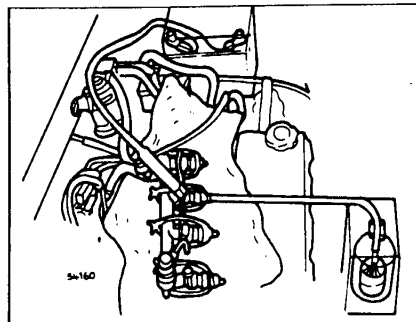

Рис. 19 Проверка форсунок
- Подайте на одну из форсунок напряжение в 12 вольт, рис. 19.